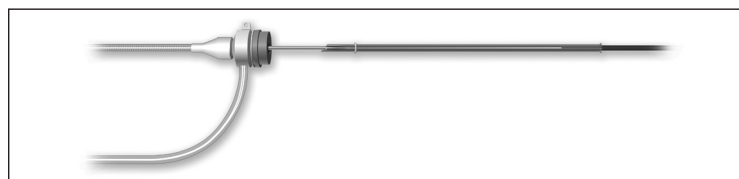

Figura 1. Inserimento del catetere a palloncino con lo strumento di caricamento
- f. Afferrare l'estremità prossimale dello strumento di caricamento con il catetere a palloncino e inserirli con cautela nella valvola emostatica della guida o della guaina introduttore (fare riferimento alla Figura 1). Verificare che lo strumento di caricamento e il catetere a palloncino avanzino insieme.